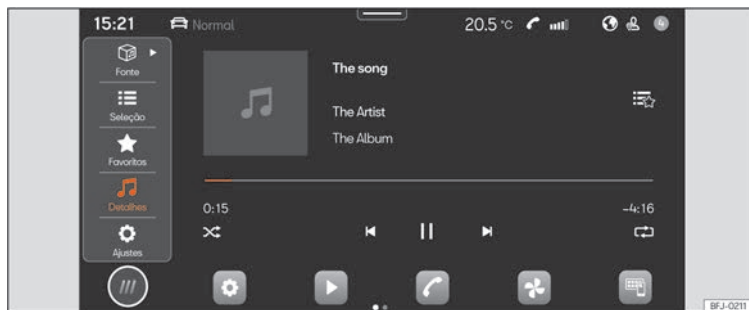

Fig. 158 Esquema: Vista Multimídia
- Pressione **HOME** > ► >>> **Fig. 158**.